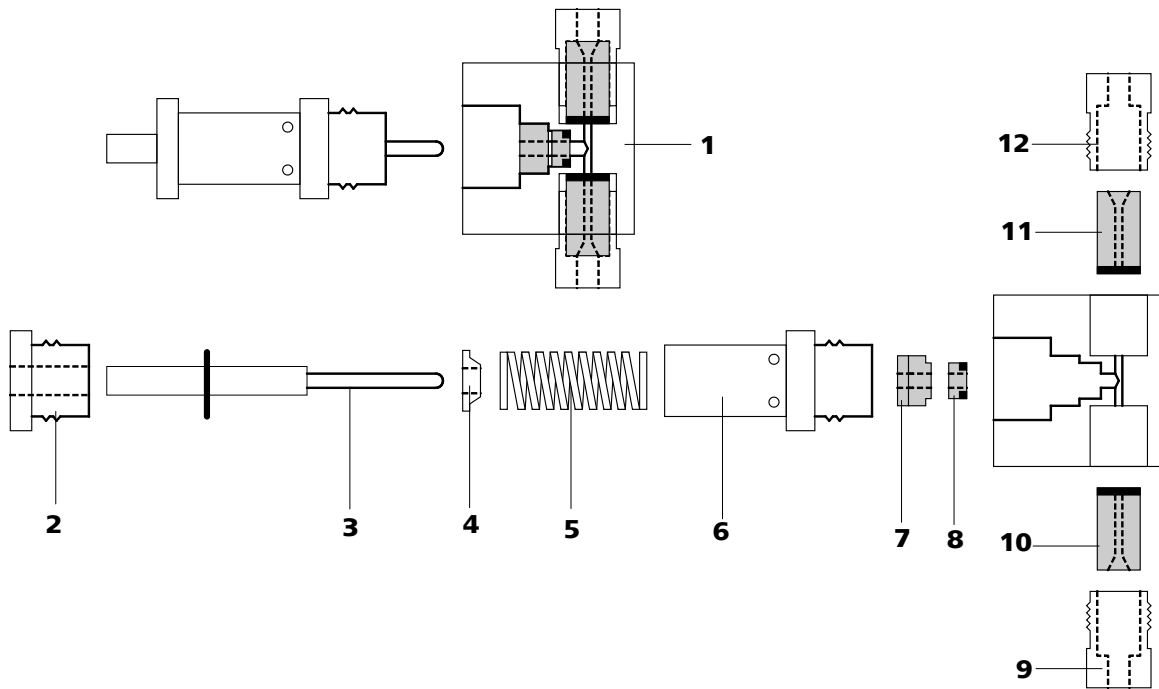

Figura 34 Componentes del cabezal de bomba estándar
- Desmonte el cabezal de bomba (18-4) en sus componentes principales (véase Figura 34, página 70).
Para seleccionar correctamente se debe tener en cuenta que el líquido fluye de abajo hacia arriba por el cabezal de bomba. El sentido de flujo de las válvulas se puede comprobar fácilmente soplando a través de la válvula limpia. Ambas válvulas se montan con el lado frontal negro orientado hacia el cabezal de bomba (véase Figura 34, página 70).
- Vuelva a montar los componentes del cabezal de bomba (18-4) (véase Figura 34, página 70).